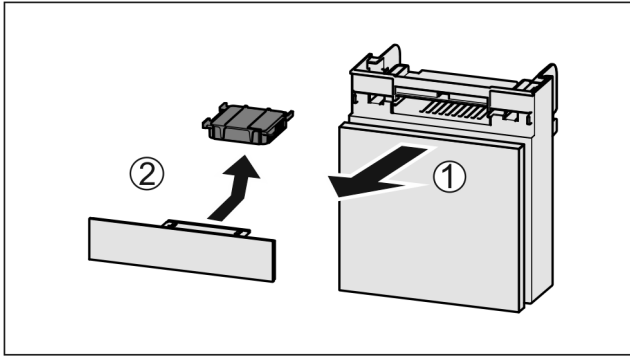

Fig. 115
- ▶ Fach nach vorne herausziehen Fig. 115 (1).
- ▶ Aktivkohlefilter entnehmen Fig. 115 (2).